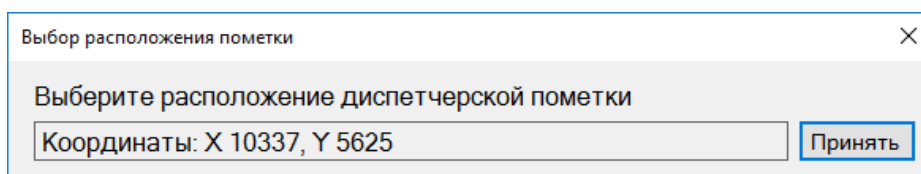
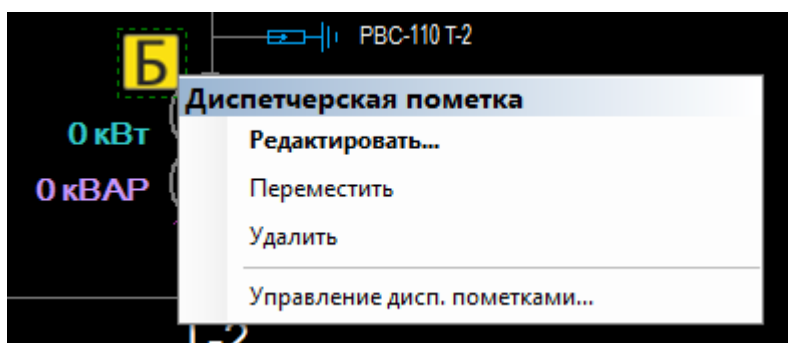

Рисунок 34 – Выбор расположения диспетчерской пометки
Рисунок 37 – Контекстное меню объекта «Диспетчерская пометка»
3. через команду контекстного меню объекта «Диспетчерская пометка» (Рисунок 37).
Схемы МОДУС поддерживают функцию перемещения диспетчерских пометок. Для активации перемещения необходимо вызвать контекстное меню выбранной диспетчерской пометки и выбрать пункт «Переместить» (Рисунок 37). Схема перейдет в режим перемещения диспетчерской пометки и на экране отобразится окно «Выбор расположения пометки» (Рисунок 34).